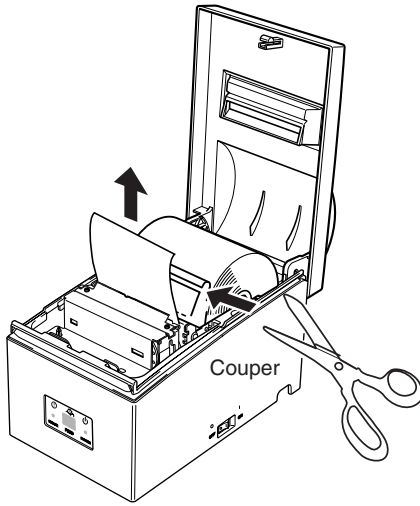

Fig 5-16 Coupure du papier
④ Coupez le papier devant le mécanisme d'avance de papier, comme illustré à la Fig. 5-16.
⑤ Dégagez le papier bourré, puis mettez le bout du papier rouleau en place dans le mécanisme d'avance.